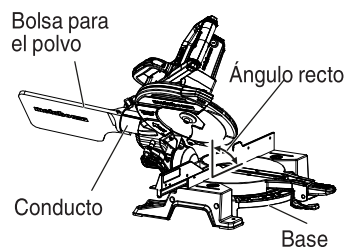

Fig. 25
- (1) Cuando la bolsa para el polvo esté llena de polvo, dicho polvo saldrá soplando de la bolsa para el polvo cuando gire la hoja de sierra. Compruebe periódicamente y vacíe la bolsa para el polvo antes de que se llene.
- (2) Durante el corte en bisel y compuesto, fije la bolsa para el polvo en ángulo recto con relación a la superficie de la base como se muestra en la Fig. 25.